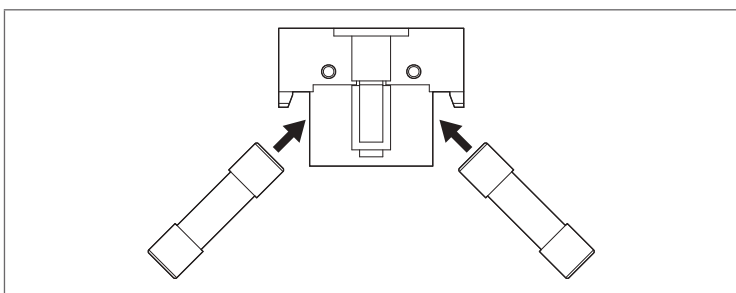

Figura 6.4
6. Introduceți oblic siguranțele de rezervă furnizate în cutia cu siguranțe (consultați Figura 6.4).